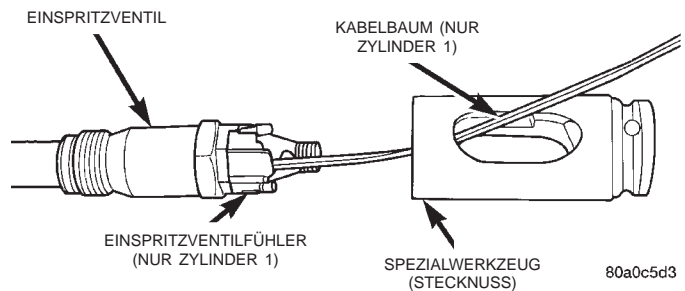

Abb. 43 Kabelbaum durch die Stecknuß führen
(4) Die Hochdruck-Kraftstoffleitung vom auszubauenden Einspritzventil demontieren. Näheres hierzu siehe "Hochdruck-Kraftstoffleitungen" in diesem Kapitel.
(5) Das Einspritzventil ist mit dem Spezialwerkzeug VM.1012A (Stecknuß) auszubauen. Beim Ausbau von Einspritzventil 1 das Anschlußkabel durch die Montagebohrung in der Spezialstecknuß führen (Abb. 43).